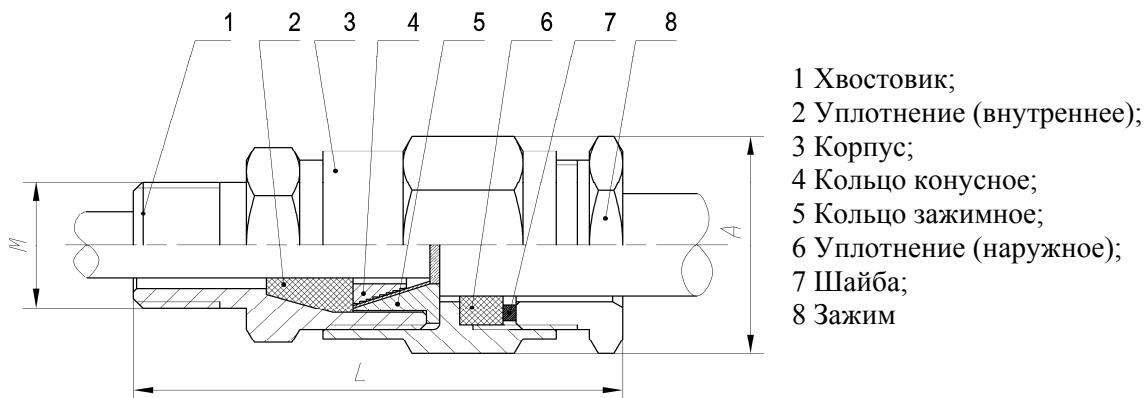

Рисунок 4
При монтаже внешних электрических кабелей следует обратить внимание на то, что внешний диаметр кабеля должен соответствовать диаметру, указанному в маркировке наружного уплотнения (поз. 6, рисунок 4), а диаметр кабеля под бронёй должен
соответствовать диаметру, указанному в маркировке внутреннего уплотнения (поз. 2, рисунок 4). Уплотнения кабелей должны быть выполнены самым тщательным образом, так как от этого зависит обеспечение взрывозащиты БУР.
- установить хвостовик поз. 1 (см. рисунок 4) на БУР. Резьбовое соединение хвостовика и оболочки БУР стопорить герметиком или краской. Нанести герметик ВГО-1 ТУ 38.303-04-04-98 или эмаль ЭП-51 ГОСТ 9640-85 на 4-5 ниток резьбы. Поверхности, на которые должен наноситься герметик (краска), предварительно обезжирить ацетоном или бензином БР-1. Соединение монтировать, медленно поворачивая хвостовик по часовой и против часовой стрелки для равномерного распределения герметика (краски), после чего провести окончательную затяжку;
- надеть на кабель детали поз. 8, 7, 6, 3 (рисунок 4) в указанной последовательности;